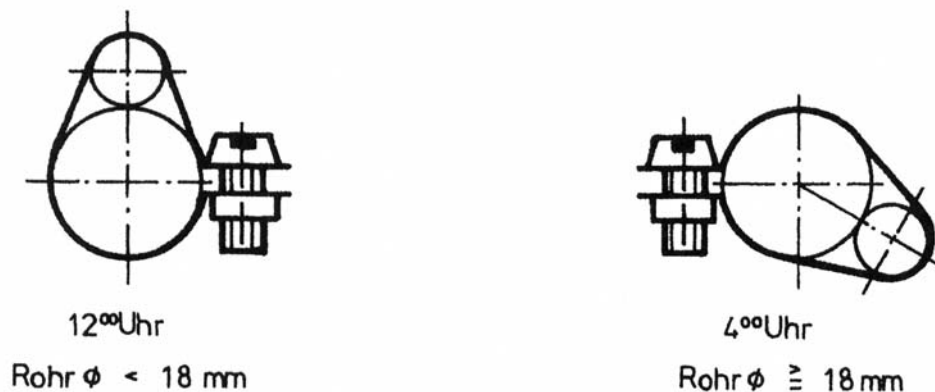

Bild 27: Schematische Darstellung der Fühlermontage
- Platzierung des Fühlers am Rohr nach Bild 27.